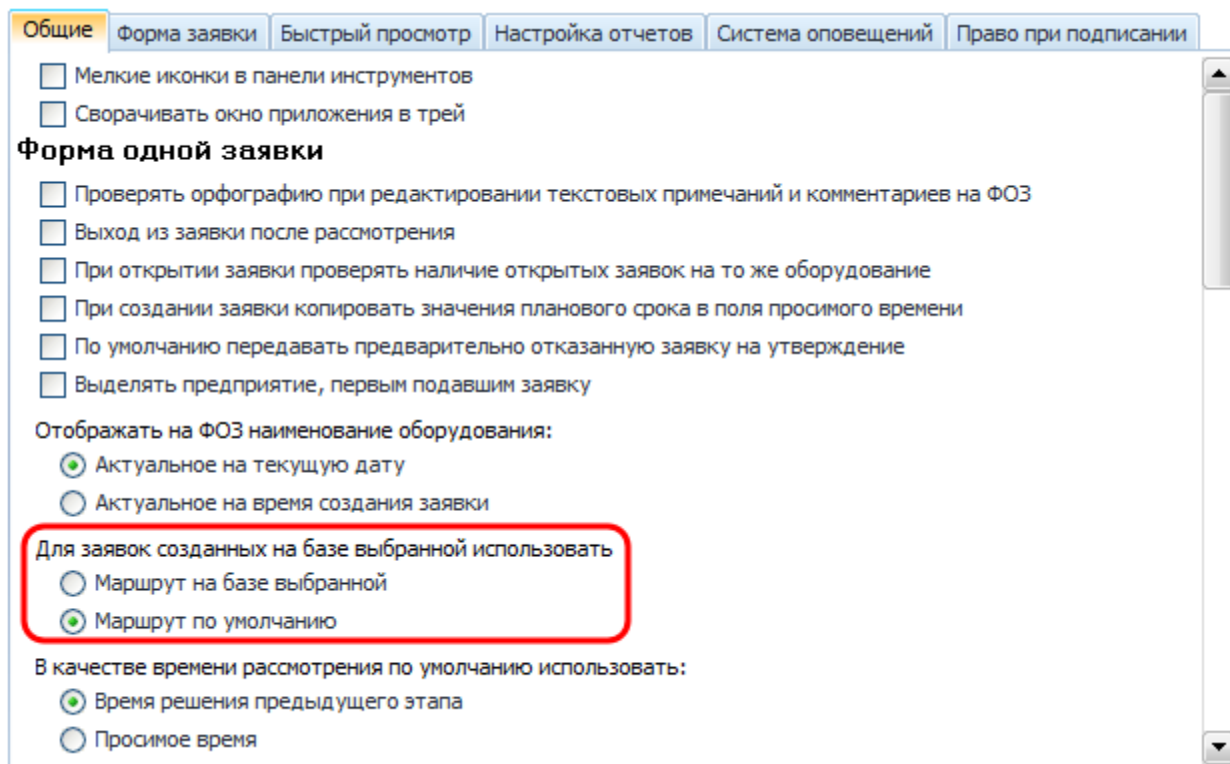

Рисунок 16.9 – Настройка выбора маршрута при создании заявки на базе выбранной
– **«Для заявок, созданных на базе выбранной использовать»:** В зависимости от выбранного значения происходит следующее (Рисунок 16.9):